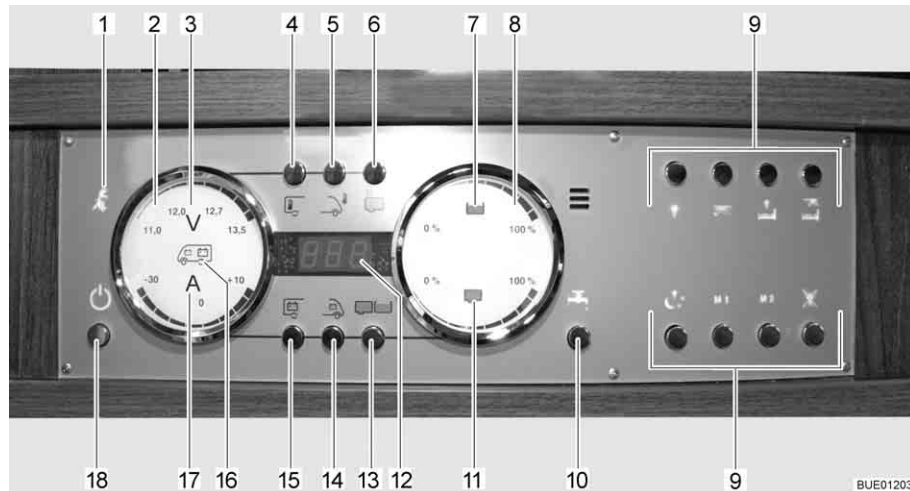

Bild 158 Panel LT 510
Die 230-V-Kontroll-Leuchte (Bild 158,1) leuchtet, wenn am Eingang des Elektroblocs Netzspannung vorhanden ist.
Der 12-V-Hauptschalter (Bild 158,18) schaltet das Panel und die 12-V-Versorgung des Wohnraums ein und aus.
- Taste 12-V-Versorgung (Bild 158,18) kurz drücken. Die 12-V-Versorgung des Wohnraums ist eingeschaltet. Die Kontroll-Anzeige "12 V" leuchtet.
- ▷ Wenn nach dem Einschalten die LED "11,0" der Voltanzeige sowie das Symbol Volt "V" (Bild 158,3) im Anzeigeelement Batterien (Bild 158,2) blinken, dann ist die Spannung der Wohnraumbatterie zu gering. Batterie laden.
- ▷ Wenn nach dem Einschalten die Kontroll-Anzeige "12 V" und das Symbol Volt "V" (Bild 158,3) dreimal blinken, dann ist die Batterietrennung aktiviert. Batterietrennung deaktivieren.
- Taste 12-V-Versorgung (Bild 158,18) kurz drücken. Die 12-V-Versorgung des Wohnraums ist ausgeschaltet. Die Kontroll-Anzeige "12-V-Versorgung" erlischt.
- Taste Wohnraumbatterie (Bild 158,15) drücken und ca. 10 Sekunden lang gedrückt halten. Das Symbol Volt "V" (Bild 158,3) und die Kontroll-Anzeige "12 V" blinken dreimal. Die Wohnraumbatterie ist vom 12-V-Bordnetz getrennt.
- Taste 12-V-Versorgung (Bild 158,18) drücken und ca. 5 Sekunden lang gedrückt halten. Das Symbol Volt "V" (Bild 158,3) und die Kontroll-Anzeige "12 V" blinken dreimal. Die Wohnraumbatterie ist mit dem 12-V-Bordnetz verbunden. Die Kontroll-Anzeige leuchtet nach ca. 5 Sekunden.
- Taste Wohnraumbatterie (Bild 158,15) drücken. Das Symbol Volt "V" (Bild 158,3) leuchtet. Das Symbol Ampere "A" (Bild 158,17) leuchtet je nach Ladung oder Entladung weiß bzw. rot. Die Batteriespannung und der Strom der Wohnraumbatterie werden über die LEDs im Anzeigeelement angezeigt.
- Taste Starterbatterie (Bild 158,14) drücken. Das Symbol Volt "V" (Bild 158,3) leuchtet. Die Batteriespannung der Starterbatterie wird über die LEDs im Anzeigeelement angezeigt.
- Taste Tanks (Bild 158,13) drücken. Die Symbole Wassertank (Bild 158,7) und Abwassertank (Bild 158,11) leuchten. Die Füllstände des Wassertanks (obere Skala) und des Abwassertanks (untere Skala) werden über die LEDs im Anzeigeeinstrument angezeigt.
Tank-Alarm Das Symbol Wassertank (Bild 158,7) oder das Symbol Abwassertank (Bild 158,11) blinkt, wenn der Wassertank leer oder der Abwassertank voll ist.